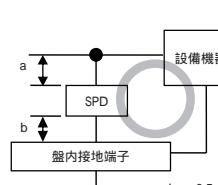

図 1
- SPD の接地線は図 1 の様に、盤内接地端子へ直接接続して下さい。